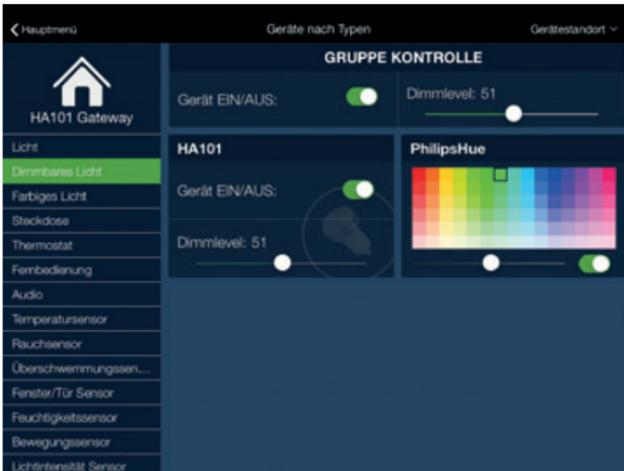

Abb. 20
5. Jedes Gerät kann über ein eigenes Symbol in der Mitte der Applikation dargestellt und gesteuert werden. (siehe Abb. 20)